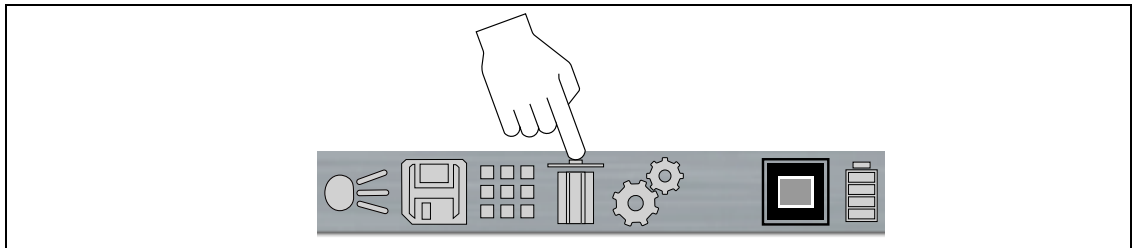

Figura 4-10
3. Seleccione el icono **Borrar** de la barra de herramientas (Figura 4-10) y, a continuación, pulse el botón **Y** para borrar la imagen.